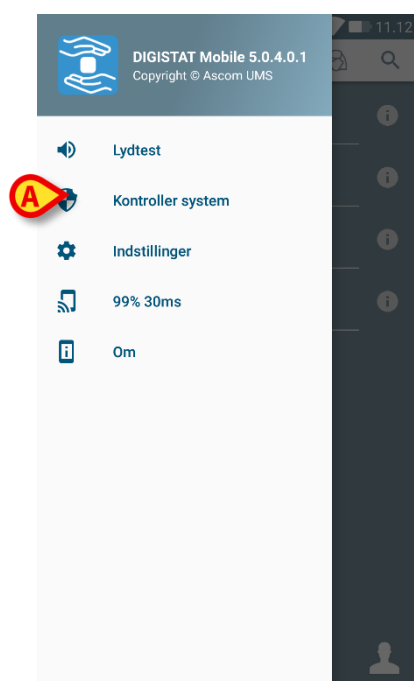

Fig 29
Følgende menu vil blive vist (Fig 29).
- Tryk på punktet **Check System** (Fig 29 A).